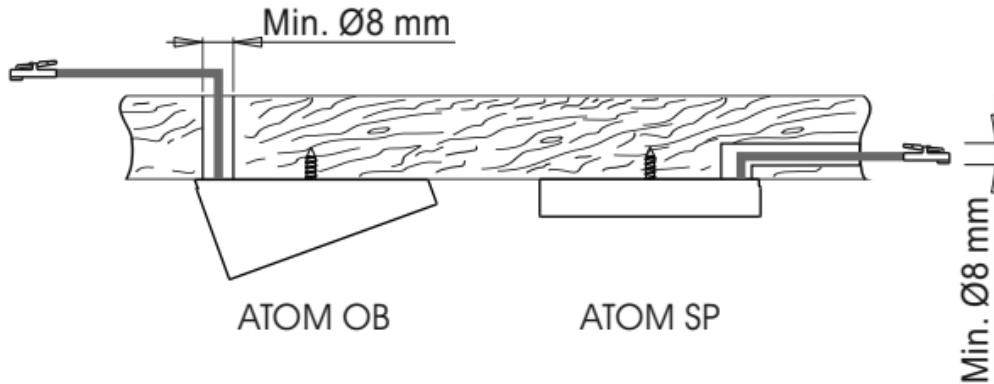

Fig 6
- If necessary, bore a $\phi \geq 8\text{mm}$ exit hole for the power supply cable as illustrated in figure 6.
- Für den Austritt des Netzkabels ggf. eine Bohrung mit $\varnothing \geq 8$ mm ausführen (siehe Abb. 6).
- Si besoin, pratiquer pour la sortie du câble d'alimentation un trou de $\varnothing \geq 8\text{mm}$, comme indiqué sur la figure 6.